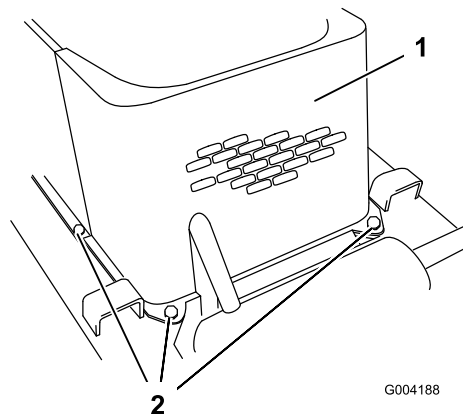

Figura 27
5. Retire los 4 pernos que sujetan la rejilla delantera al bastidor de la unidad de tracción (Figura 27).